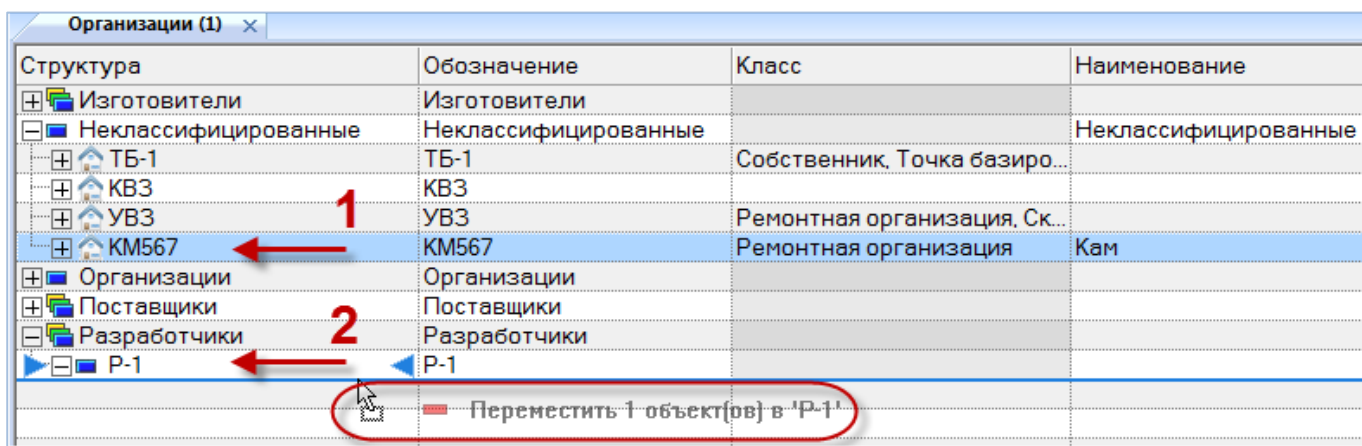

Рис. 9-26 – Перемещение организации к другому родительскому элементу
- 2) Выбрать организацию в дереве справочника (1 на рис. 9-26). Для выделения нескольких организаций используются клавиши CTRL и SHIFT.
- 3) Удерживая нажатой левую кнопку мыши, переместить выделенную организацию к другому родительскому элементу (2 на рис. 9-26). При этом необходимо добиться, чтобы элемент был выделен в колонке «Структура» стрелками ► и ◀.